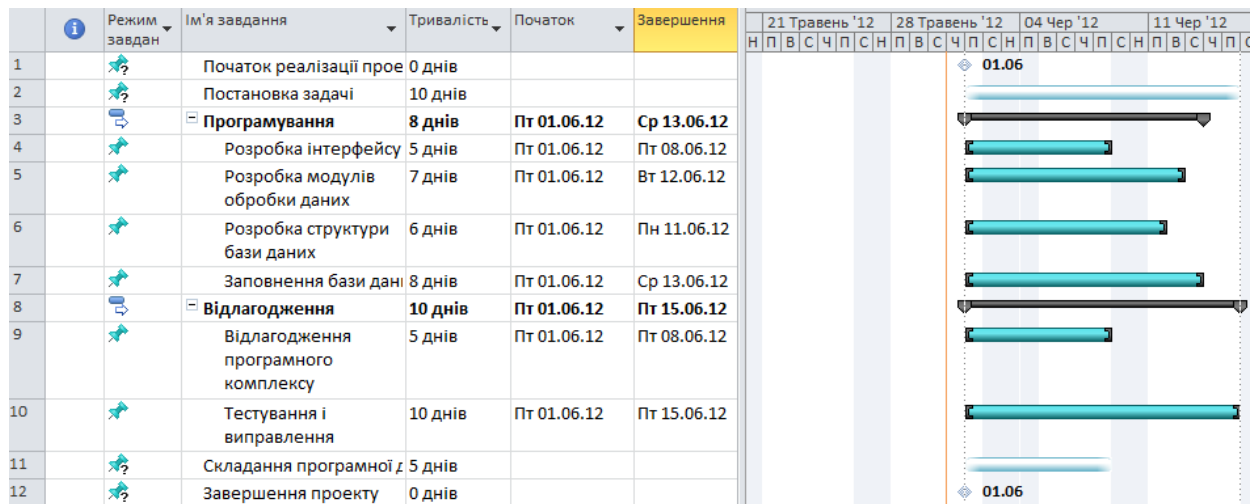

Рисунок 1.9 – Результат перетворення задач у фази
- Натиснути кнопку *Відлагодження*. *Відлагодження* стає фазою, а виділені задачі – її підзадачами. Результат зображений на рис. 1.9.